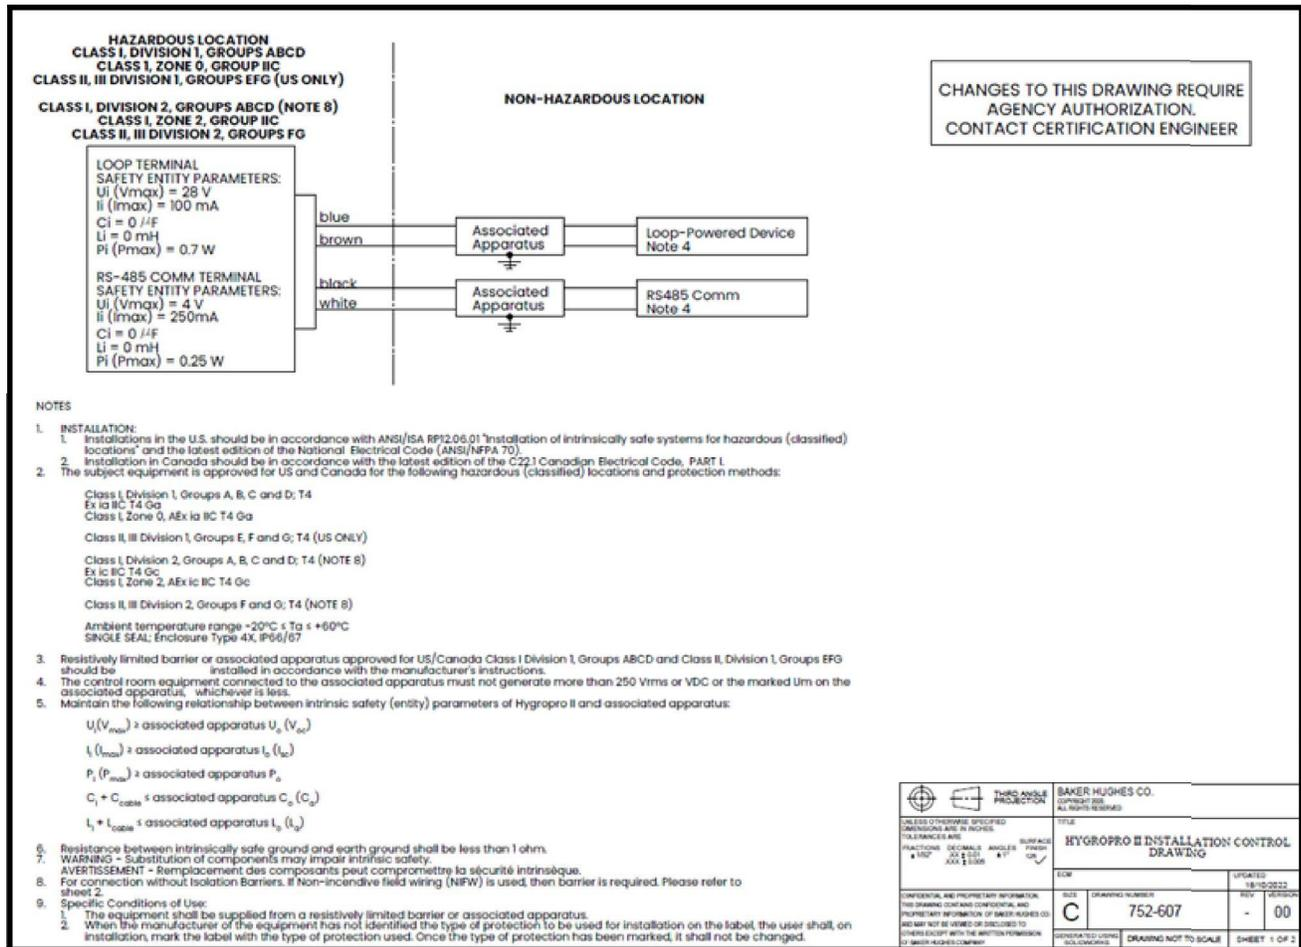
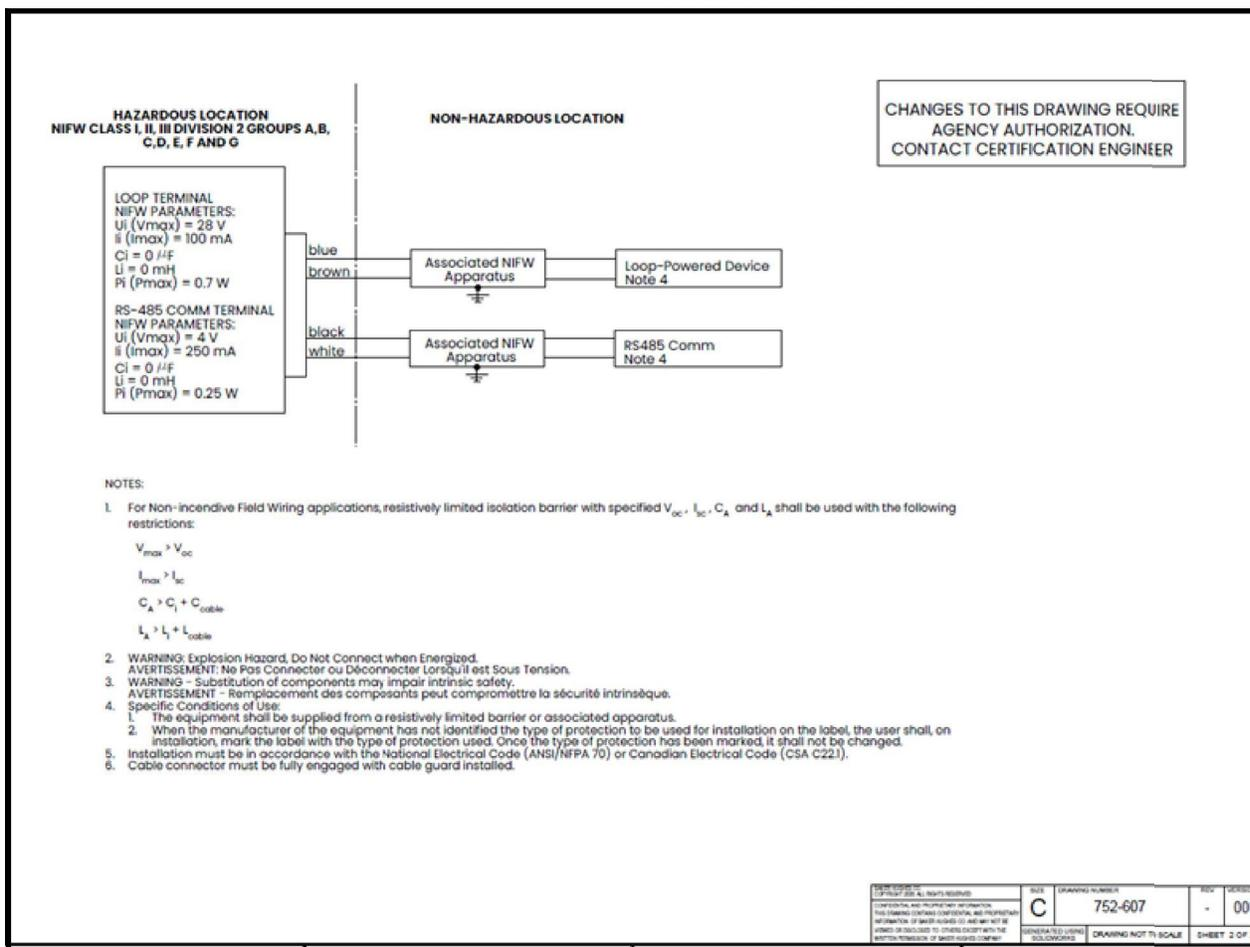

図10: ハイグロプロ II 設置制御図 分割1と分割2の場所（752-607を参照）
図11:HygroProIIの設置制御図 (区分2での非発火性フィールド配線用(752-607を参照))
- FM回路図図（以下の図10をご覧ください）
ハイグロプロ II の危険な（機密扱いエリア）場所での配線は、図10および図11の設置管理図に示すように送信機に付属している接続のライニングリード端を以下のいずれかの条件に従って接続してください。
- 適切な定格のツェナーバリア/ガルバニックアイソレーターを使用します。:クラスI、ゾーン0とクラスI/II/III区分1の危険区域に使用するために必須です。(図10)。
- 非発火性のフィールド配線とツェナーバリア:クラス I / II / III、区分2危険な区域でのみ使用可能(図11)。